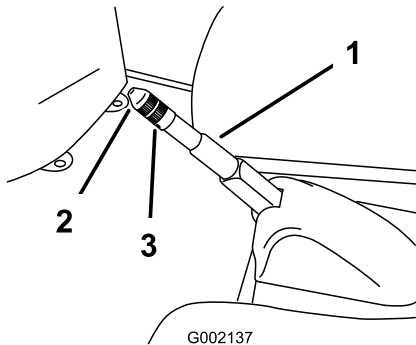

図 36
2. ブレーキ・レバーに調整ノブを固定している固定ネジをゆるめる(図 36)。